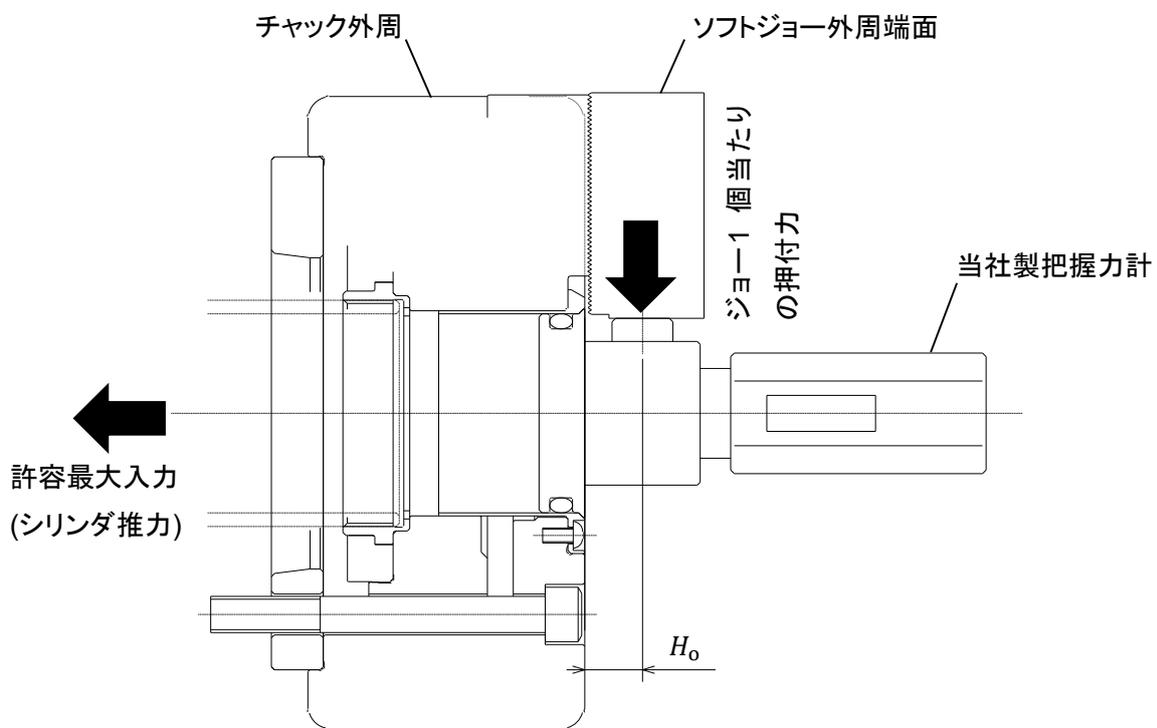

図 5 把握力測定方法
- 当社製把握力計にて測定し、把握位置は図 5 の高さです。(P-13 の表 5 も併せて参照)